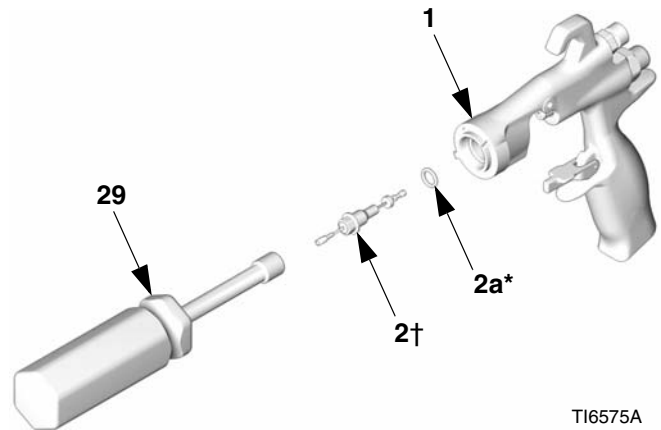

FIG. 42
5. Introduzca con cuidado el extremo más delgado del eje (9) en la válvula de aire (8\*).
6. Instale los dos muelles (15 y 19). Enrosque la tapa de resorte (11) en la parte trasera del cuerpo de la pistola. Apriete a un par de 210-220 pulg-lb (24-25 N•m).
7. Lubrique ligeramente las juntas tóricas del conjunto de la aguja y los puntos del eje donde las empaquetaduras se deslizan. Asegúrese de que la junta tórica (2a\*) está colocada en el cuerpo de la pistola (1).
8. Introduzca el conjunto de la aguja de fluido (2) por la parte delantera de la pistola. Utilice la llave para tuercas (29) para enroscar el conjunto de la aguja de fluido en el cuerpo de la pistola (1) y apriete a un par de 50-60 in-lb (6-7 N•m). Vea FIG. 42.